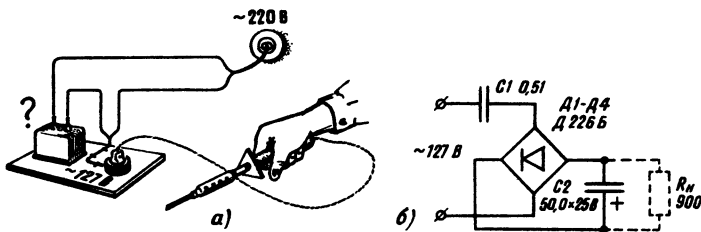

Рис. 31
**Пример 1.** Определить емкость конденсатора, который нужно соединить последовательно с электропаяльником 127 В, 25 Вт, чтобы его можно было включить в сеть переменного тока напряжением 220 В (рис. 31, а).
Пример 2. Мостовой выпрямитель (рис. 31, б) с выходным напряжением  $U_{\text{вых}}=18$  В и током нагрузки  $I_{\text{н}}=20$  мА необходимо питать от сети напряжением 127 В. Найти емкость конденсатора  $C1$ , который нужно подключить последовательно с выпрямителем, чтобы погасить излишнее напряжение.